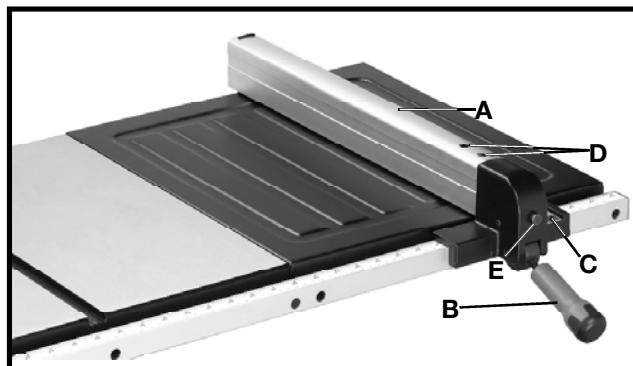

Fig. 40
1. To move the rip fence (A) Fig. 40, along the table, lift 1. Para mover la guía de corte longitudinal (A), Fig. 40, a lo largo de la mesa, levante la palanca de bloqueo de la guía (B), deslice la guía a la ubicación deseada en la mesa y presione la palanca de bloqueo de la guía (B) para tratar la guía en su lugar.
2. Se proporciona un indicador para verificar la distancia entre la guía y la hoja de la sierra. Si se necesita ajustar el indicador, afloje el tornillo (C), Fig. 40, que ajusta el indicador al soporte de la guía y ajuste el indicador como corresponde. A continuación, ajuste el tornillo (C).
7. Afloje los dos tornillos (D), Fig. 40, y levante la palanca de bloqueo (B). Mientras sostiene el soporte de la guía firmemente hacia el frente de la sierra, mueva la parte posterior de la guía (A) hasta que quede paralela a la ranura del calibrador de inglete. Ajuste los dos tornillos (D) y empuje la palanca de bloqueo hacia abajo (B).
8. La acción de sujeción de la guía (A), Fig. 40, puede ajustarse si levanta la palanca de bloqueo (B) y gira el tornillo (E) en el sentido de las agujas del reloj para aumentar la acción de sujeción de la guía o en el sentido contrario de las agujas del reloj para disminuirla.